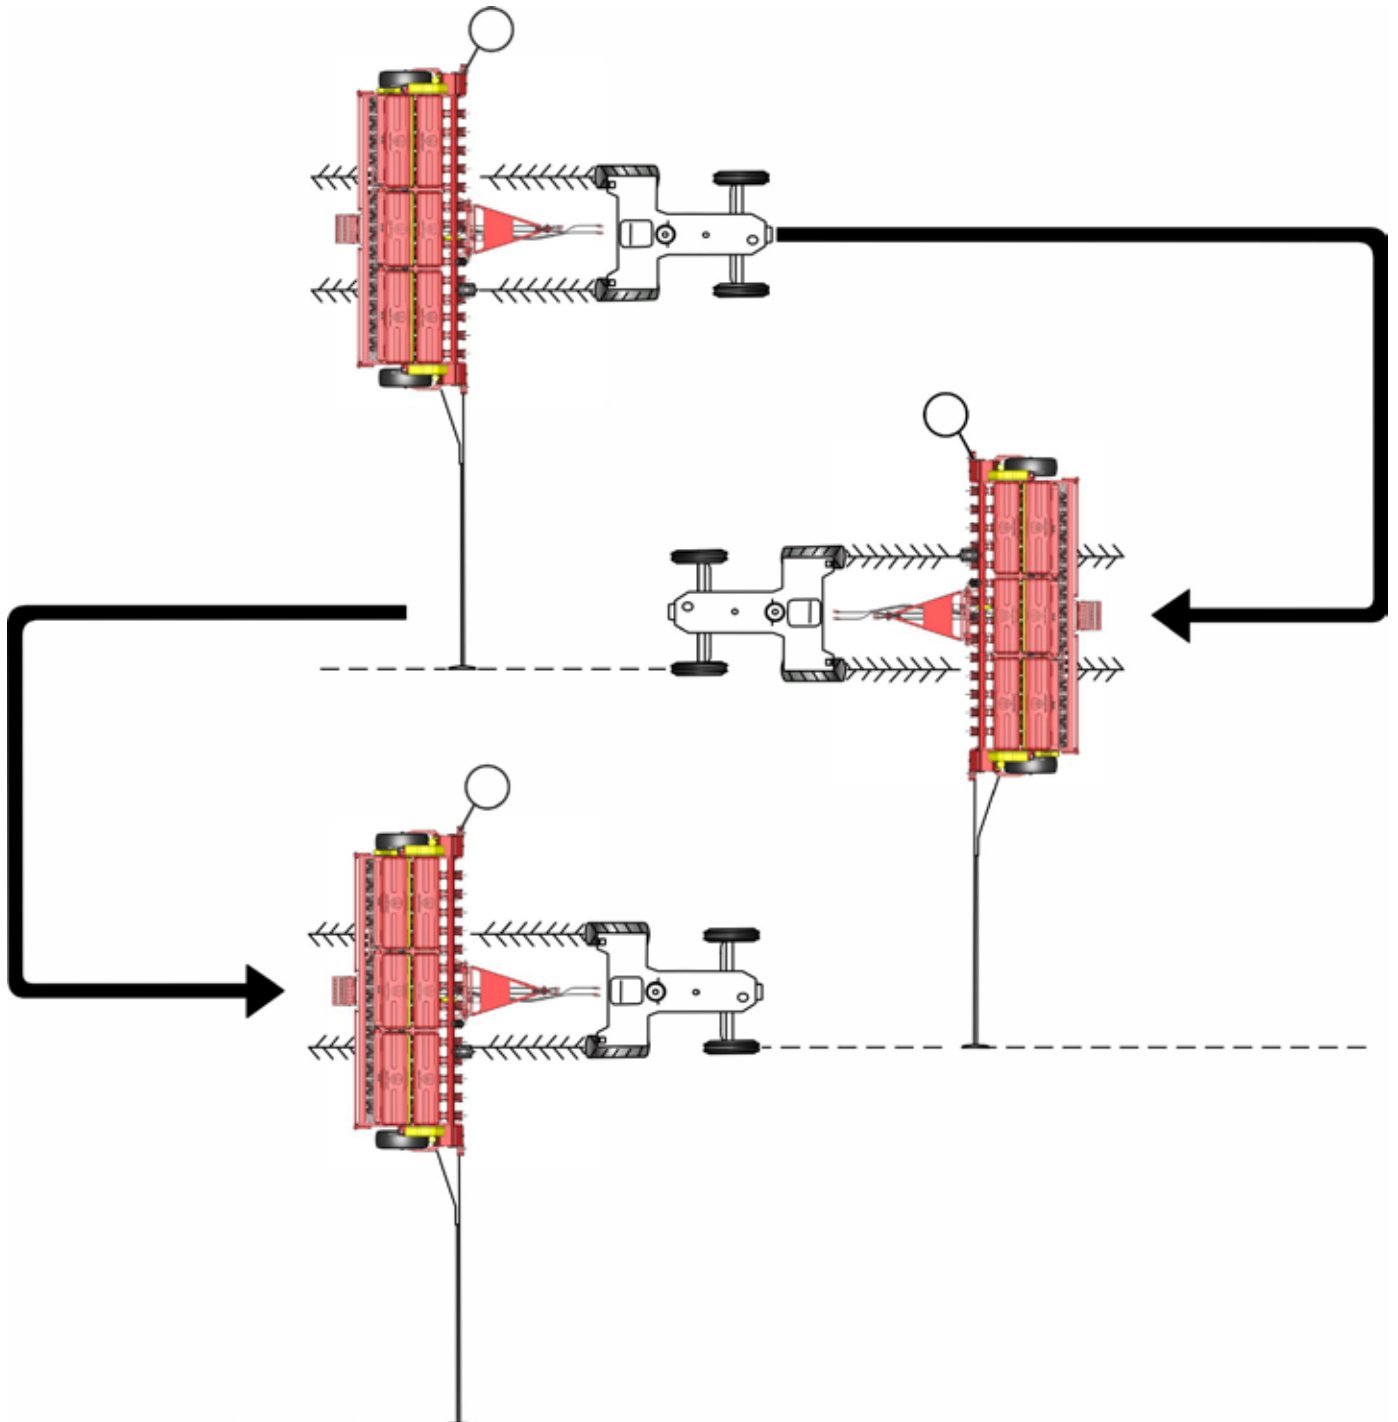

fig. 39
- **OPÇÃO 2:** Fazendo a marcação pelo pneu de fora, fig. 39. Esta opção de marcação somente deverá ser usada quando os espaçamentos exigirem, caso contrário usar sempre a opção 1 nos mais variados tipos de solo.